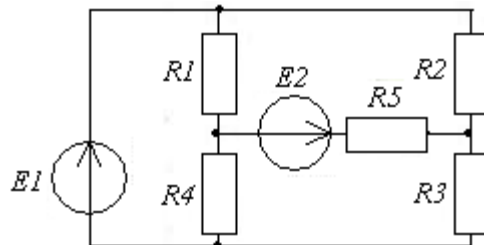

Рис. 1
**Задача №1.** Для схемы, представленной на рис. 1, найти токи, протекающие через резисторы  $R_1$ ,  $R_3$ ,  $R_5$ . Параметры элементов схемы представлены в Таблице 1.